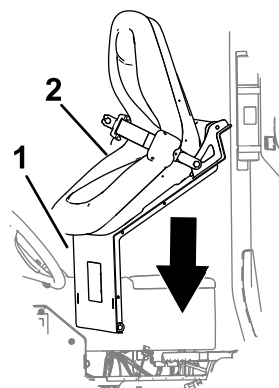

Figura 219
1. Allineate il sedile e la relativa piastra allo chassis della macchina (Figura 219).